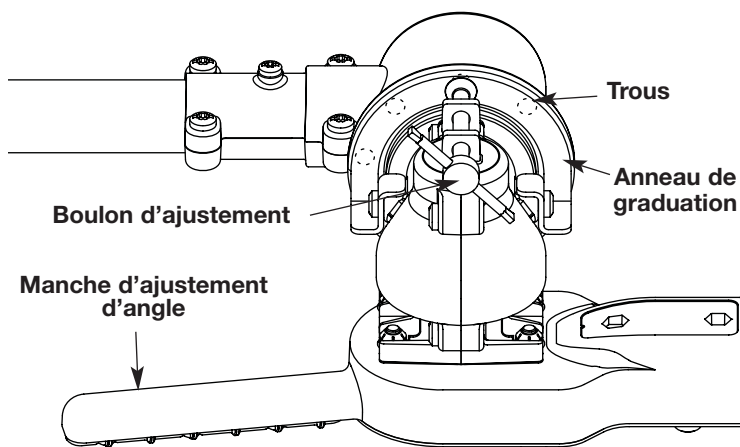

Fig. 4
1. Tournez la vis de réglage (Fig. 4) dans le sens contraire des aiguilles d'une montre pour dévisser le boulon du trou dans l'anneau repère.